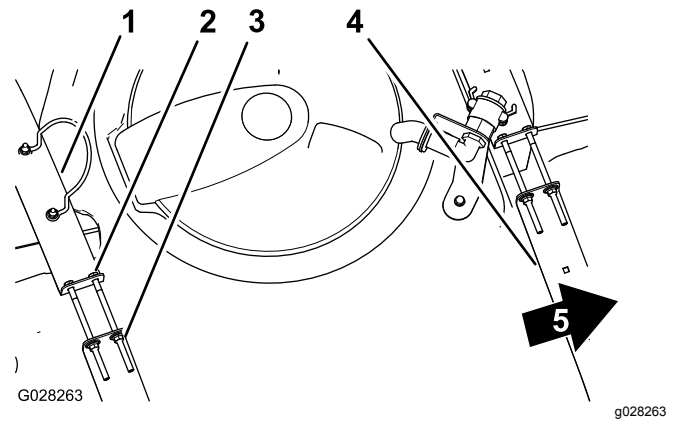

Figure 43
2. Assurez-vous qu'il n'y a pas de jeu entre les sangles de la cuve et la cuve (Figure 43).
3. Si les sangles de la cuve ne sont pas assez serrées, resserrez les contre-écrous à embase et les boulons en haut des sangles jusqu'à ce que ces dernières soient parfaitement en appui sur la surface de la cuve (Figure 43).